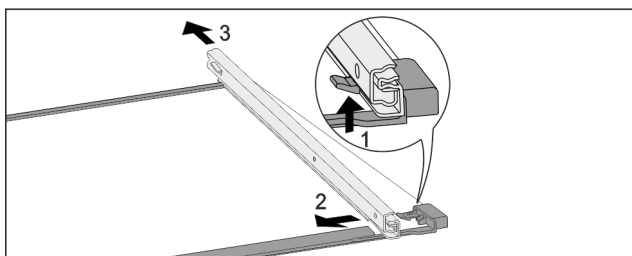

Fig. 179 Glasplaat met rails
- Voorste vergrendelhaak naar boven duwen. Fig. 179 (1)
- Uitschuifrail naar de zijkant Fig. 179 (2) en naar achteren Fig. 179 (3) wegschuiven.